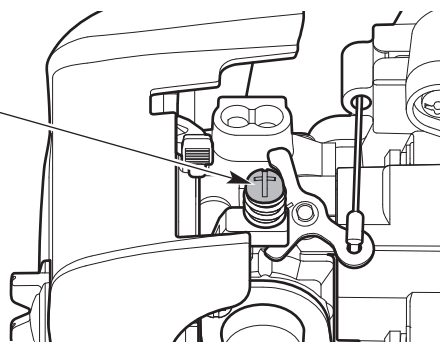

Fig. 29
- Si le moteur s'arrête, augmentez le régime de ralenti. Utilisez un petit tournevis cruciforme pour tourner la vis de ralenti vers la droite, de 1/8 de tour à la fois, et ce, jusqu'à ce que le moteur tourne bien au ralenti (Fig. 29).
- Si la tête de coupe tourne lorsque le moteur est au ralenti, réduisez le régime de ralenti. Tournez la vis de ralenti vers la gauche, de 1/8 de tour à la fois, jusqu'à ce que la tête de coupe cesse de bouger (Fig. 29).